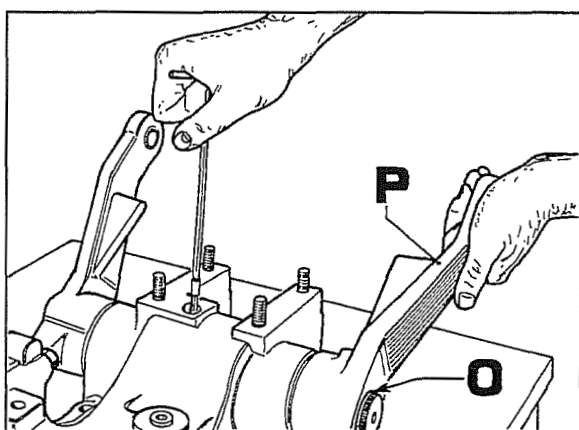

Fig. 32
- Retirar a tampa de resfolgo do carter levantador. Através do furo deixado aberto identificar o parafuso côncavo de fixação biela deslocando à mão os braços do levantador como mostra a fig.32, e a seguir desatarraxar o parafuso.